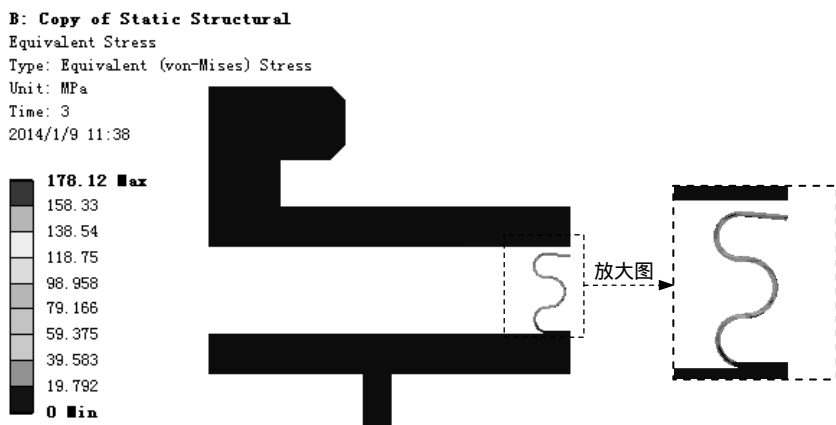

图 9.7.40 应力结果图解
(3) 查看应力结果图解。在“Outline”窗口中选中 **Equivalent Stress** 选项,发现在第二步及第三步时就发生了塑性变形,如图 9.7.40 所示。